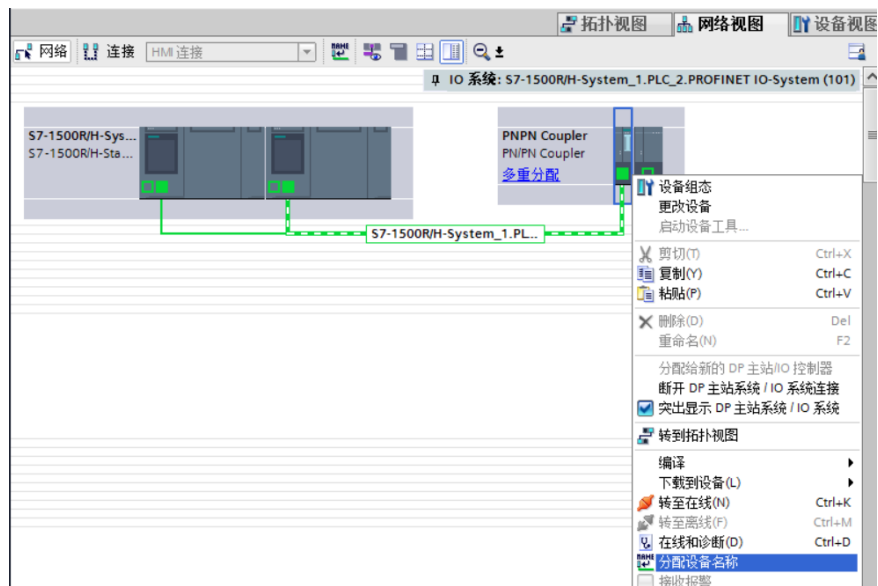
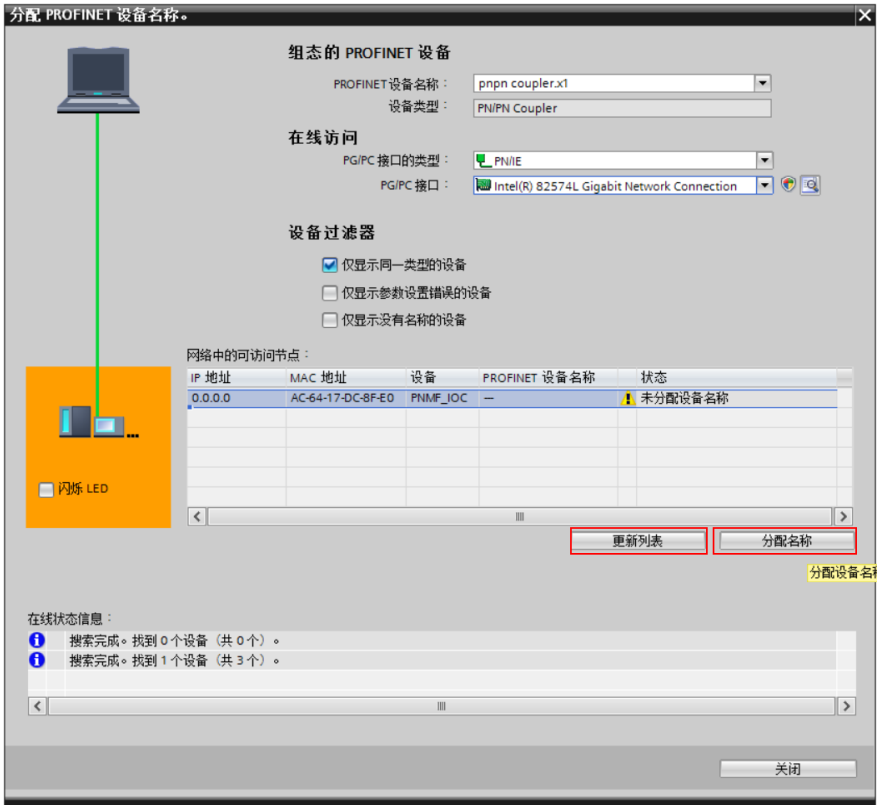
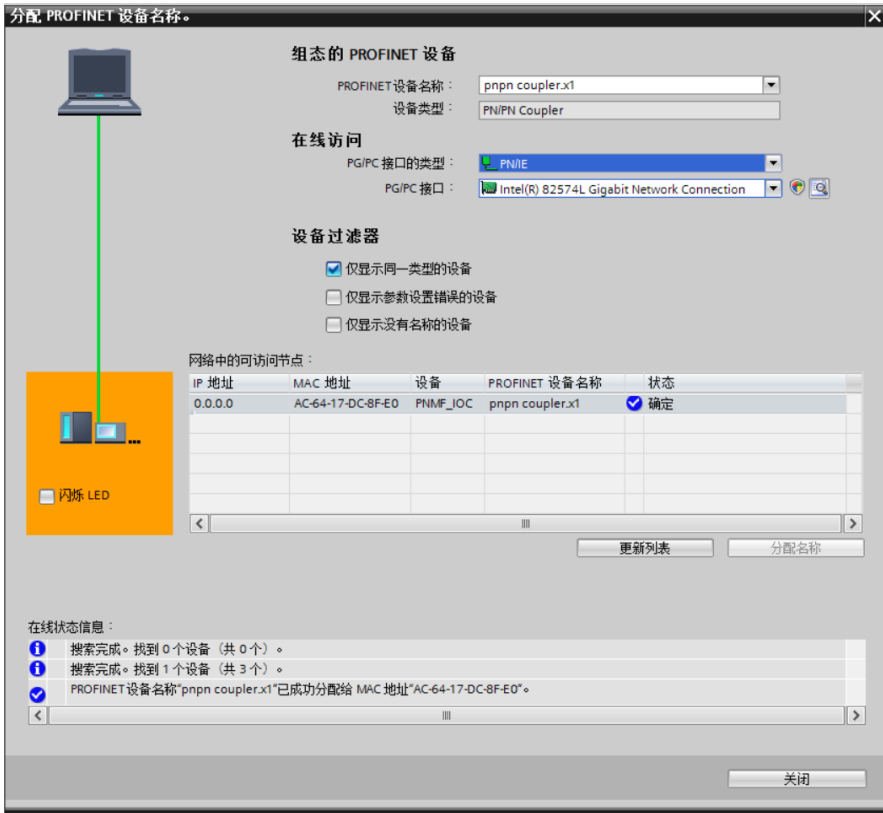

图 2-13 右键单击左侧 X1 部分弹出菜单
图 2-14 更新列表后分配名称
图 2-15 分配成功
8) 将计算机的网线插到 PN/PN Coupler 的 PROFINET 接口 X1 网络的网口上，为 PN/PN Coupler 的 X1 部分分配设备名称。鼠标右键点击左半部分，弹出菜单选择“分配设备名称”如图 2-13，图 2-14，图 2-15。